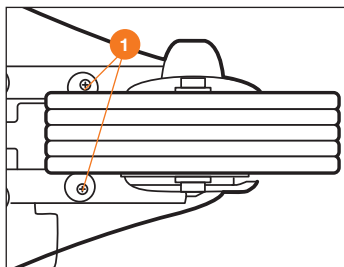

Рис. 3
Для модели L 50SR установите переднее колесо на защитный кожух и закрепите двумя винтами ① (Рис. 3).